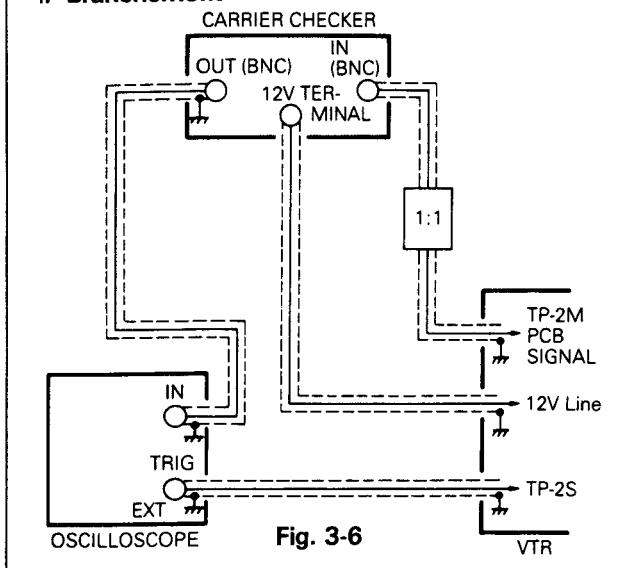

Fig. 3-6
- D. Brancher la synchro EXT de l'oscillo sur la broche TP2S. (Voir Fig. 3-6)